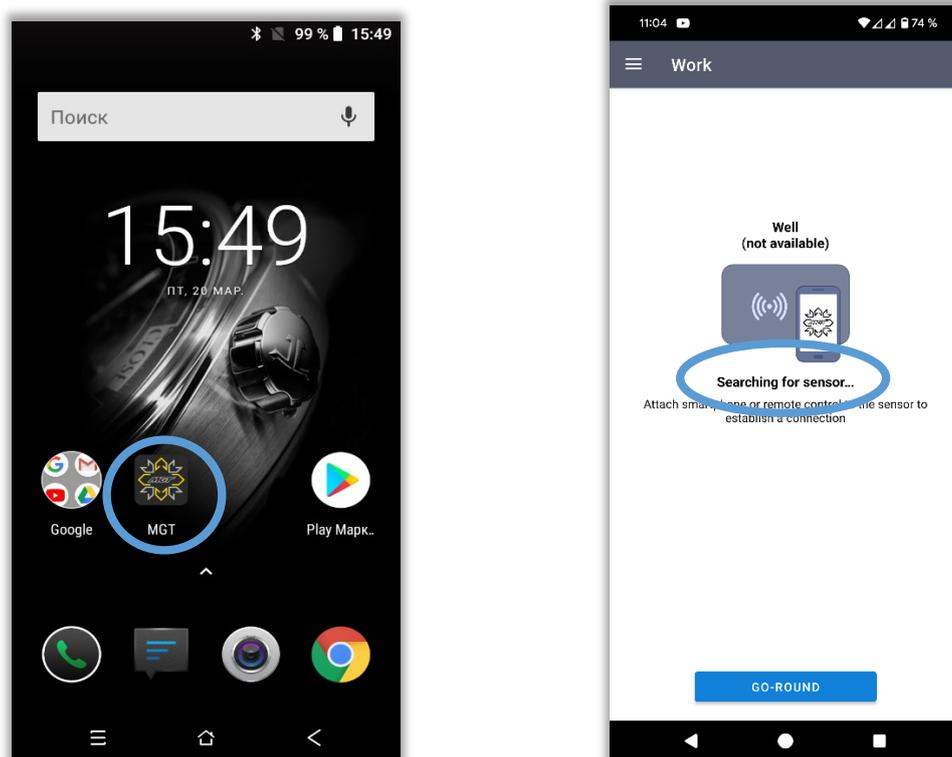

рис.1
1) Запустите программу «MGT Mobile». (рис.1)